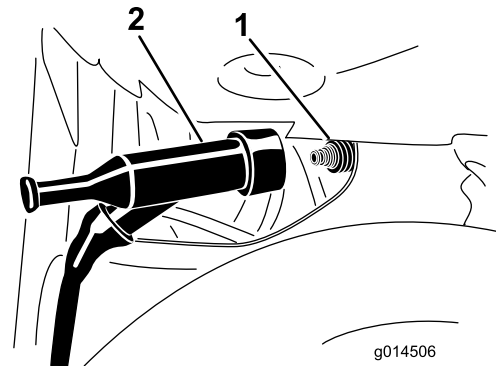

Figure 44
- Débranchez le fil de la borne de la bougie (Figure 44).
3. Débranchez le fil de la borne de la bougie (Figure 44).